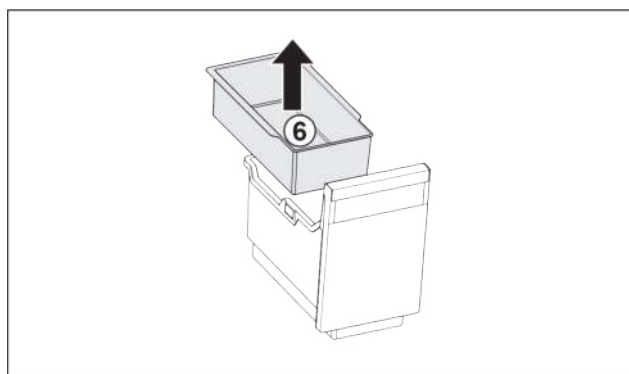

Fig. 105
- Einhängeschale Fig. 105 (6) entnehmen.